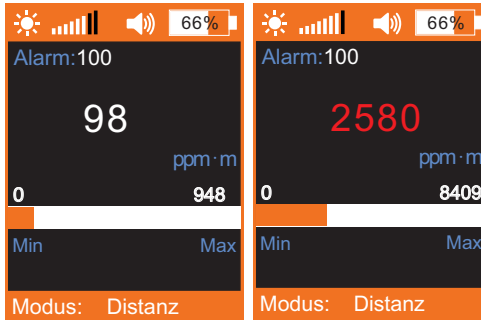

Abb. 7: Messbetrieb
- Der aktuelle Messwert wird rot angezeigt (Abb. 7, Bild rechts).